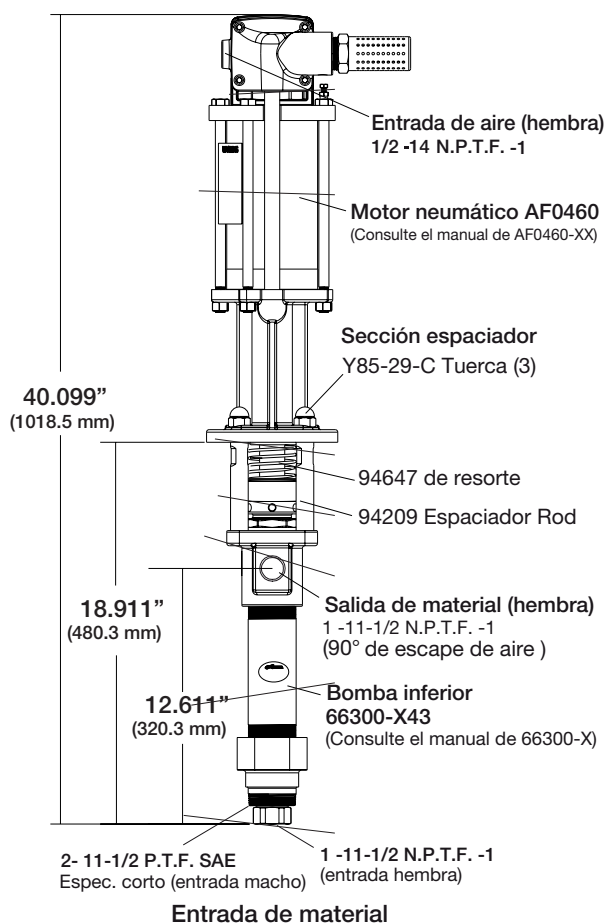

FIGURA 1
- Extraiga las tres tuercas (Y85-29-C) de las tres varillas del espaciador (ver figura 1).